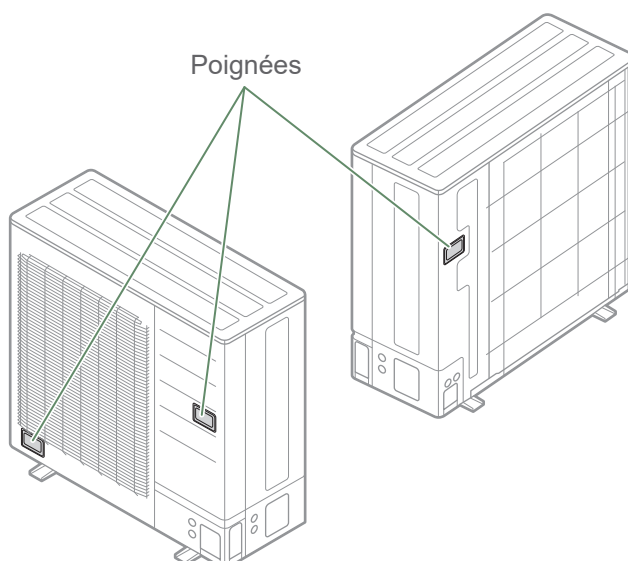

fig. 15 - Transport de l'unité extérieure modèle 10
- L'appareil doit être parfaitement accessible pour les travaux d'installation et de maintenance ultérieurs (*fig. 15, page 17*).